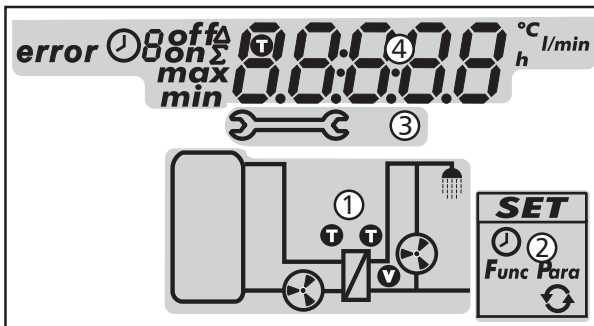

Abb. 8: Übersicht über die Bereiche der Anzeige (alle Elemente sichtbar)
Nachstehende Tabelle beschreibt die in Abb. 8 verwendeten Symbole.
Das Einstellmenü (② in Abb. 8) enthält folgende Einträge:
Die Anzeige der Betriebs- und Einstellwerte (④ in Abb. 8) besteht aus folgenden Elementen:
①	Fehleranzeige
②	Zusatzinformationen: on, off: Schaltzustand/Schaltbedingung ein, aus max, min: maximaler Wert, minimaler Wert Σ: aufsummierter Betriebswert seit der ersten Inbetriebnahme, nicht zurücksetzbar Δ: aufsummierter Betriebswert seit dem letzten Rücksetzen auf 0
③	Anzeige von: <ul style="list-style-type: none"> • Messwerten • Einstellwerten • Fehlercodes • weiteren Informationen, z. B. Software-Version
④	Physikalische Einheit des in ③ angezeigten Werts: °C, l/min, h